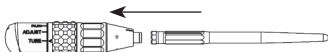

Figura 5
2. Sostenga la pieza de mano con firmeza en una mano y, con la otra, empuje y gire el casquillo de desbloqueo del accesorio hasta que la flecha esté alineada con el símbolo de desbloqueo (figura 5).